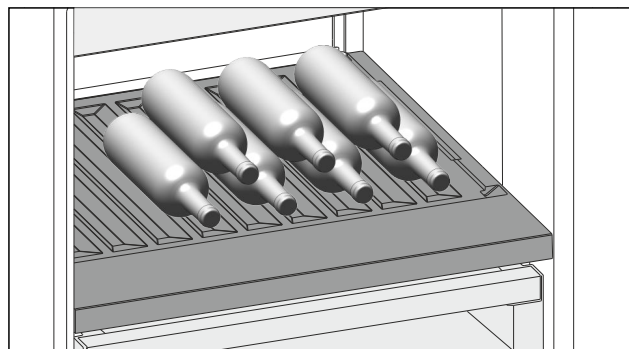

Fig. 121
- A palackokat az aljukkal hátrafele helyezze a hátfalhoz. (lásd Fig. 121)